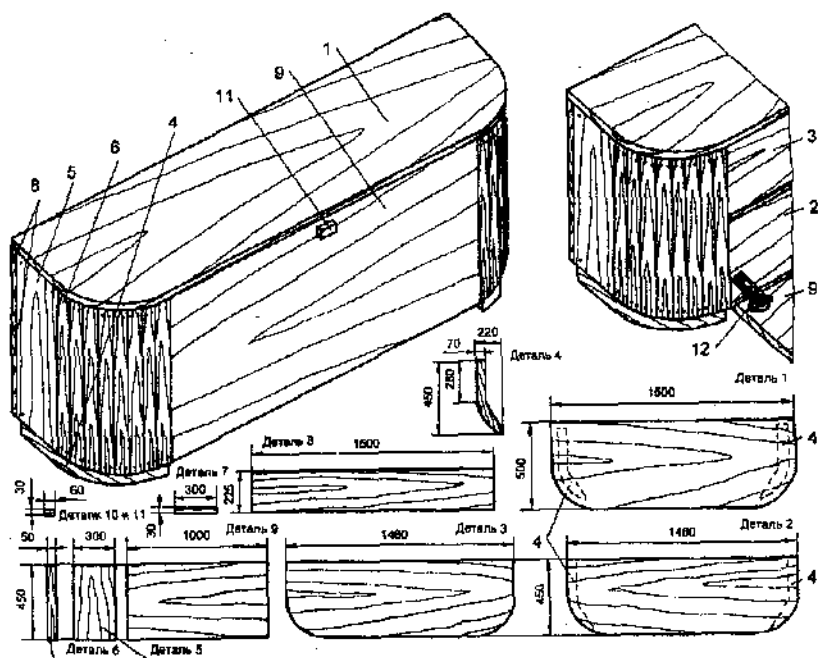

Рис. 214. Тумбочка для обуви
**Тумбочка для обуви.** Для прихожей сделаем тумбочку для обуви. Предлагаемый вариант тумбочки (рис. 214) особенно удобен при ее близком расположении к двери — ее «мягкие», закругленные формы удачно «впишутся» в ваш интерьер. Хоть тумбочка имеет сложную форму, изготовить ее довольно просто.
Детали изготавливаем в соответствии с рис. 214.